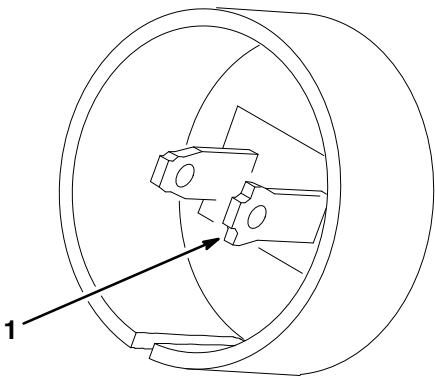

Figure 11
1. Pour réduire les risques d'électrocution, cette tondeuse est équipée d'une fiche polarisée (dont une broche est plus large que l'autre) (Fig. 11), à utiliser avec un cordon prolongateur polarisé.